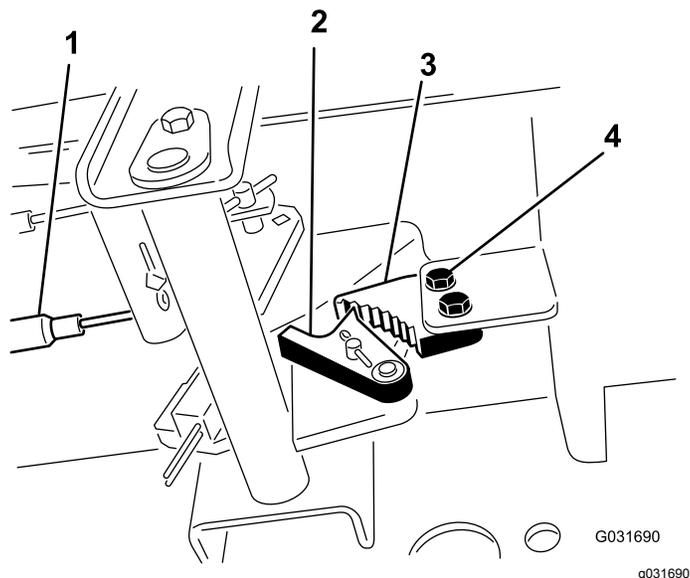

図 86
1. 駐車ブレーキのツメをフレームに固定しているねじ2本をゆるめる 図 86。
2. ブレーキのツメが戻り止めに完全に掛かるまで駐車ブレーキペダルを前に踏み込む \(図 86\).